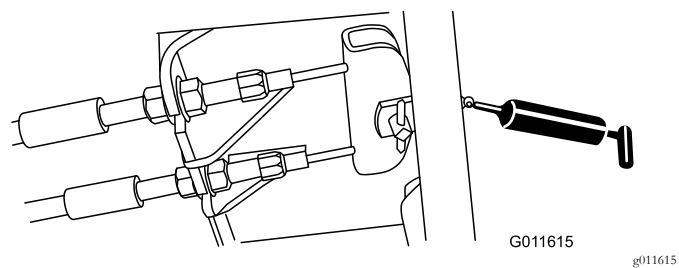

Figure 36
- Pédale de frein (1)—Figure 36